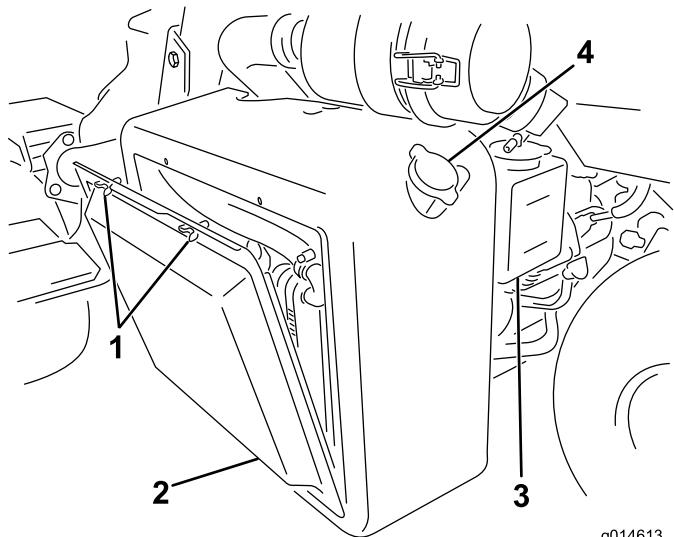

**Bild 26**
1. Reinigen Sie den Bereich um den Tankdeckel (Bild 26).